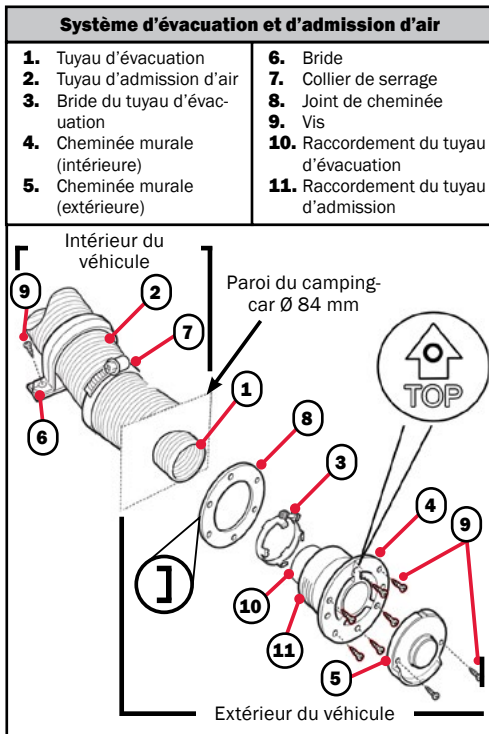

Figure 9
- Percez un trou ($\varnothing$ 84 mm) dans la paroi du véhicule et colmatez-le avec le joint (Fig. 9 #8), le côté lisse étant orienté vers le tuyau d'évacuation et le joint étant orienté vers la paroi du camping-car (Fig. 9 #3).
- Faites glisser un collier de serrage (Fig. 9 #3) sur le tuyau d'évacuation et insérez le tuyau dans le trou. Serrez le collier (couple de 3,4 - 4 Nm).
- Insérez le tuyau d'admission d'air sur les sommets de la cheminée d'évacuation (Fig. 9 #11).
- Utilisez 6 vis (Fig. 9 #9) pour fixer la cheminée d'évacuation. Veillez à ce que le « TOP » soit orienté vers le haut.
- Utilisez 2 vis pour fixer le chapeau de la cheminée d'évacuation, puis fixez le tuyau d'évacuation à la paroi du véhicule à l'aide de la bride de montage (Fig. 9 #6).